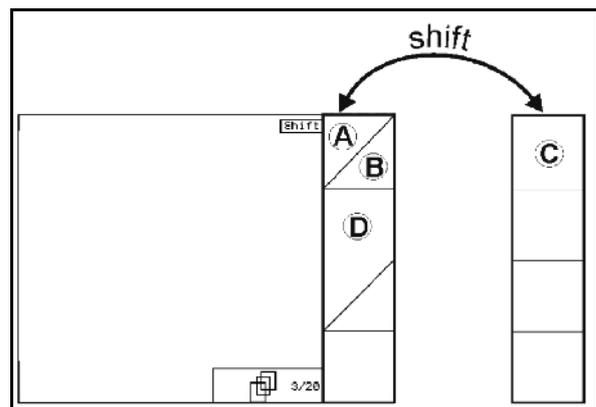

Fig. 13
- Lorsque vous appuyez sur la touche Shift, d'autres champs s'affichent (Fig. 13) et les fonctions des touches sont modifiées en conséquence.